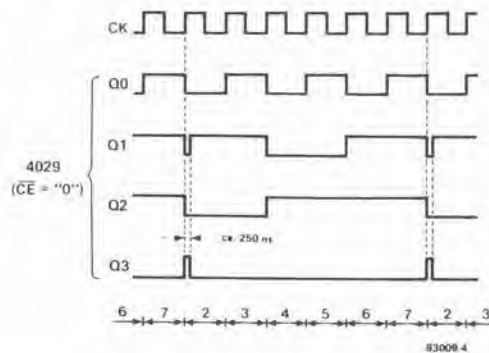

Figura 4. Forme d'onda alle uscite Q dei contatori 4049. Il treno di impulsi in alto (CK) rappresenta l'uscita degli oscillatori di clock N1 od N2.
pulsante S1 avvia il contatore, cioè "fa rotolare i dadi". La frequenza dei generatori di clock non è affatto critica, a parte la necessaria diversità tra le due frequenze, del resto garantita dalla diversità tra R1 ed R2. La frequenza effettiva sarà compresa tra 50 e 200 Hz. Potrebbe sembrare logico, a prima vista, che i contatori potessero contare da 1 a 6, ma il conteggio avviene in pratica da 2 a 7. Questo accorgimento semplifica le cose ed è possibile grazie ad una programmazione degli ingressi P0...P3 dei contatori. In effetti, quando il conteggio raggiunge il numero 7, l'uscita Q3 passerà al livello logico alto, ed il contatore verrà azzerato. L'ingresso di programmazione P1 è mantenuto a livello logico "1", mentre i restanti ingressi (P0, P2 e P3) sono a livello "0": il risultato è un codice di programma 0010 che, tradotto in BCD, significa "2" (ma questo è già noto alla stragrande maggioranza dei lettori!); di conseguenza, il contatore effettua il conteggio da 2 a 7, ma soltanto quando l'ingresso CE (sblocco conteggio) è posto a livello logico "0", con l'aiuto del deviatore S1 e di N3. Durante il conteggio, le uscite del contatore sono nella condizione mostrata in figura 4. La forma d'onda superiore (CK) è quella d'uscita dell'oscillatore di clock N1 oppure N2.
Figura 4. Schema dell'alimentatore del Prelude. Allo scopo di garantire la massima reiezione possibile delle intermodulazioni tra il canale destro ed il canale sinistro, ciascun canale possiede il suo proprio alimentatore. C'è anche un circuito di "potenza" per l'amplificatore della cuffia, l'indicatore di stato ed il comando a distanza.
La figura 4 illustra lo schema elettrico dell'alimentatore. Sei regolatori di tensione integrati garantiscono la stabilità delle diverse tensioni c.c. necessarie. In pratica, saranno necessarie soltanto due tensioni:  $\pm 15$  V. È però